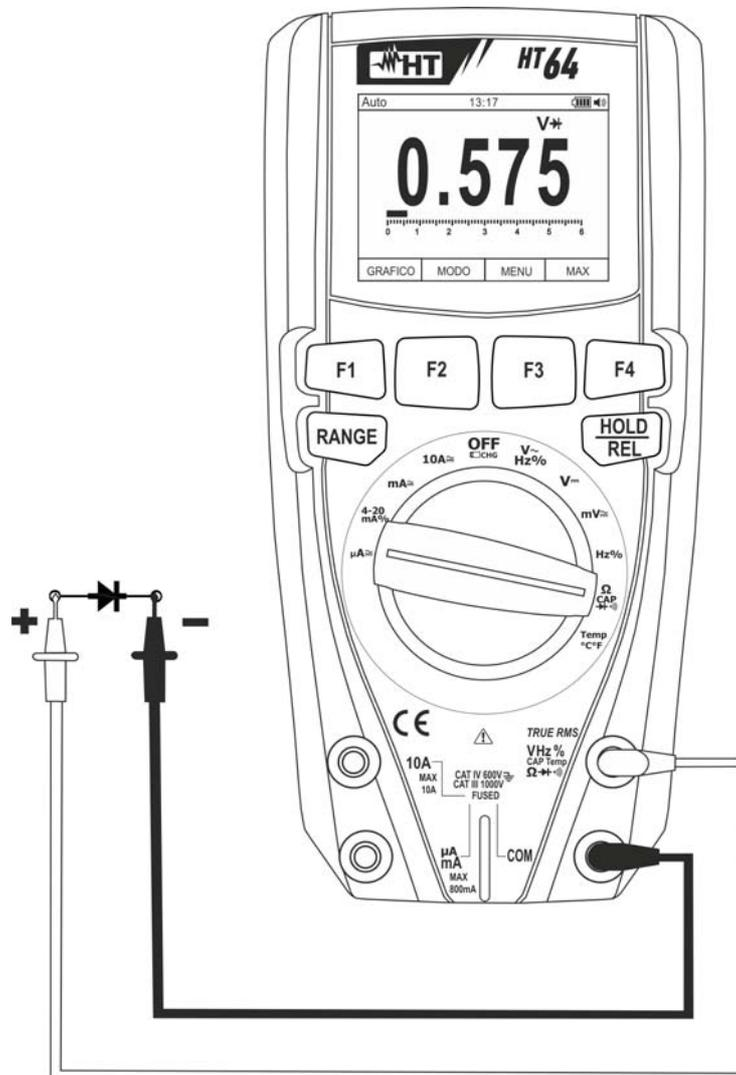

Fig. 26: Uso dello strumento per la Prova Diodi
4. Posizionare i puntali ai capi del diodo in esame (vedere Fig. 26) rispettando le polarità indicate. Il valore della tensione di soglia in polarizzazione diretta è mostrato a display
6. Se lo strumento visualizza il messaggio “O.L” i terminali del diodo sono invertiti rispetto a quanto indicato in Fig. 26 oppure la giunzione P-N del diodo è danneggiata